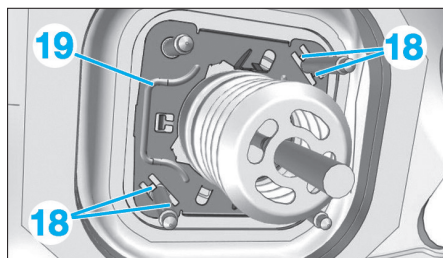

Fig. 20
- Ecarter les agrafes (18) de la tôle de maintien (19) (Fig.20).